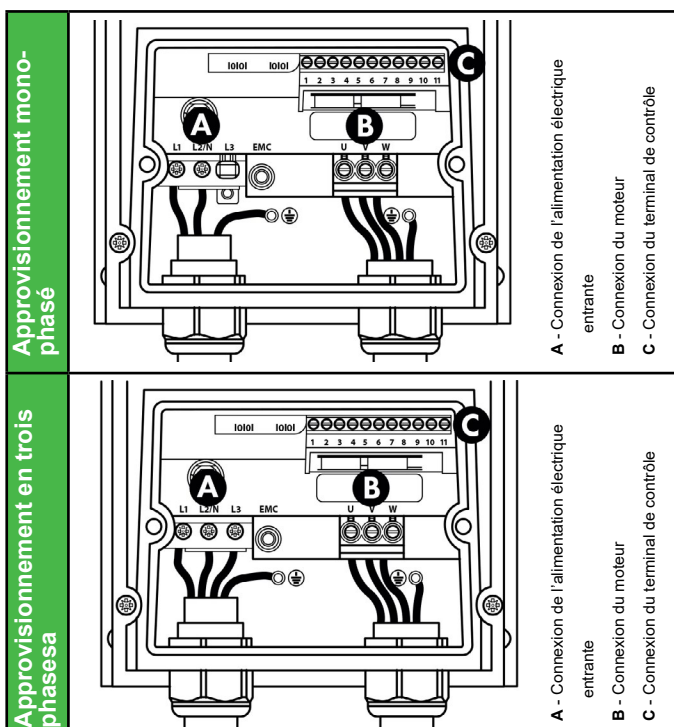

Figure 2 Schéma de câblage - Alimentation mono et triphasée
4. Connectez les phases comme indiqué par "A" dans le schéma de câblage de la figure 2 - Alimentation mono-phasée et triphasée (varie en fonction de la phase d'alimentation).